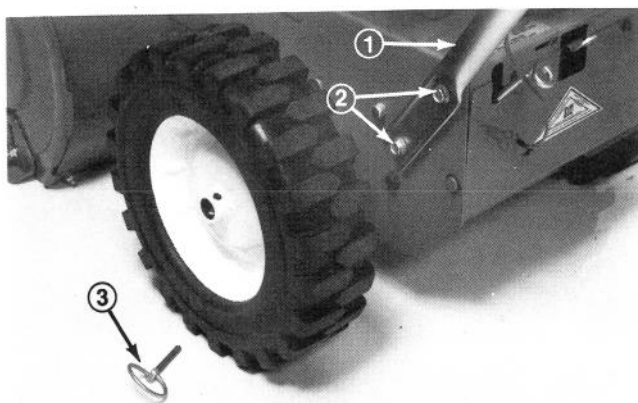

Abb. 1
3. Linker Griffholm gegen die Seite der Schneefräse halten, die Montierlöcher des Griffs mit den Löchern auf der Seitenplatte zur Deckung bringen und mit zwei Bundschrauben befestigen (Abb. 1).
**Anmerkung:** Den Befestigungssplint des Rads entfernen und das Rad auf der Achse etwas verschieben, damit mehr Zwischenraum entsteht (Abb. 1).